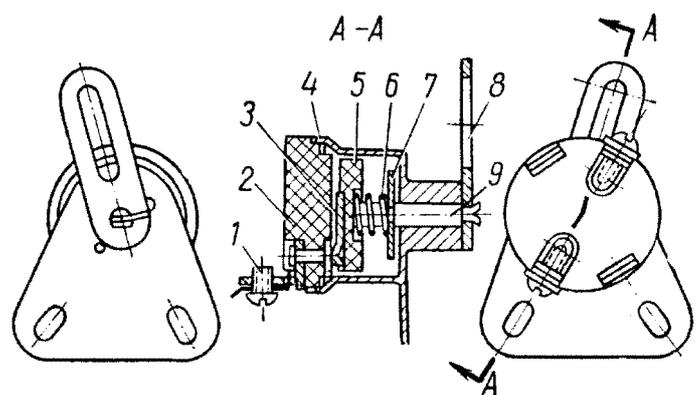

Рис. 204. Выключатель света заднего хода:
**Выключатель света заднего хода ВК20-Б2** применяется для автоматического включения света при движении автомобиля задним ходом. Устройство выключателя показано на рис. 204. Выключатель установлен в подкапотном пространстве на рулевой колонке и механически соединен с рычагом переключения передач. При соответствующем положении рычага переключения передач, выключатель соединяет цепь фонарей заднего хода.